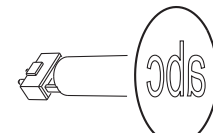
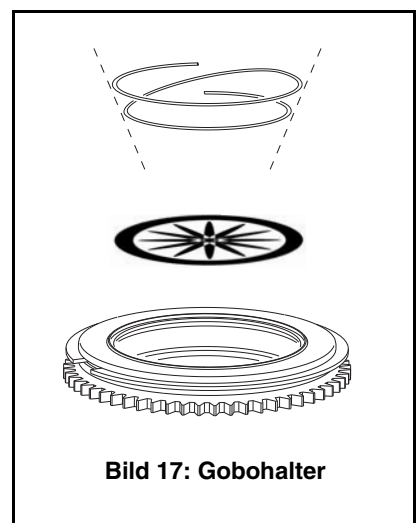

Bild 13. Gobo-Orientierung
Bild 17: Gobohalter
Die in Bild 13 angegebenen Orientierungen sind in den meisten Fällen zutreffend. Wenden Sie sich an Ihren Martin®-Händler oder den Gobohersteller, wenn Sie Zweifel bezüglich der korrekten Orientierung eines bestimmten Gobotyps haben.
Die richtige Gobo-Orientierung ist sehr wichtig. Befolgen Sie die Richtlinien (Bild 13) beim Einsetzen eines Gobos.
8. Siehe Bild 17, Lösen Sie die Haltefeder mit einem kleinen Schraubendreher und lassen Sie das Gobo aus der Fassung auf eine weiche Unterlage fallen.
9. Legen Sie das neue Gobo in die Fassung. Die der Lichtquelle zugewandte Seite zeigt zur Haltefeder (siehe Bild 17 und Bild 13).
11. Montieren Sie die Haltefeder mit der engen Windung zum Gobo zeigend (siehe Bild 17). *Die enge Windung liegt im Inneren der Feder, wenn Sie die Feder auf einer glatten Oberfläche zusammendrücken.* Schieben Sie das andere Ende der Feder unter die Nut der Gobofassung.